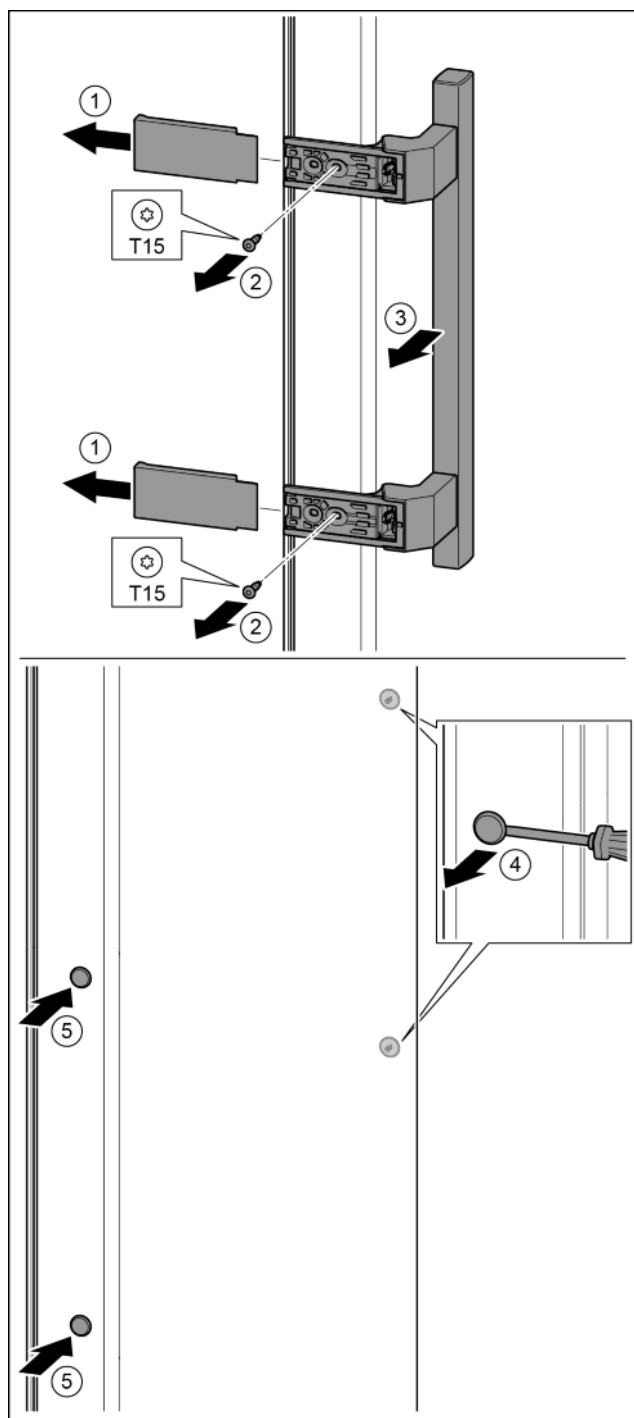

Fig. 18
- ▶ Afdekking eraf trekken. Fig. 18 (1)
- ▶ Schroeven met schroevendraaier T15 eruit draaien. Fig. 18 (2)
- ▶ Greep eraf halen. Fig. 18 (3)
- ▶ Zijdellingse stop voorzichtig met een sleufschroevendraaier optillen en eruit trekken. Fig. 18 (4)
- ▶ Stop op de andere kant weer aanbrengen. Fig. 18 (5)